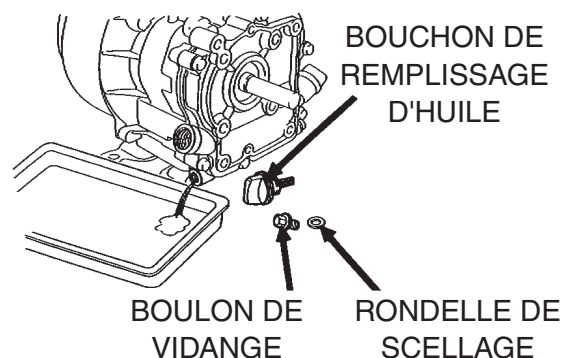

Figure 15. Huile moteur (vidanger)
1. Vidanger l'huile du moteur lorsque l'huile est chaude. Retirer le bouchon de remplissage d'huile puis dévisser le bouchon de vidange d'huile situé à la base du moteur. Vidanger l'huile usée dans un récipient (Figure 15)